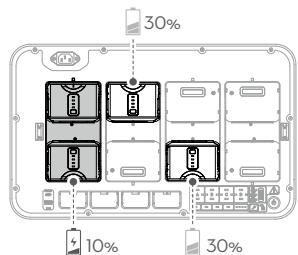

图 1
- 当存在配组和非配组电池时，优先为配组电池充电。（图 1）